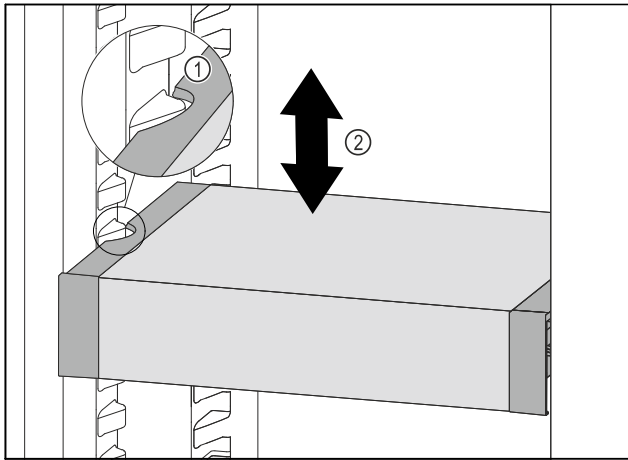

Fig. 120
- VarioSafe nach vorne ziehen, bis sich die seitlichen Aussparungen des VarioSafes auf Höhe der Behälterrippe im Kühlteil befinden. Fig. 120 (1)
- VarioSafe im Kühlteil nach oben oder unten bewegen, bis gewünschte Höhe erreicht ist. Fig. 120 (2)